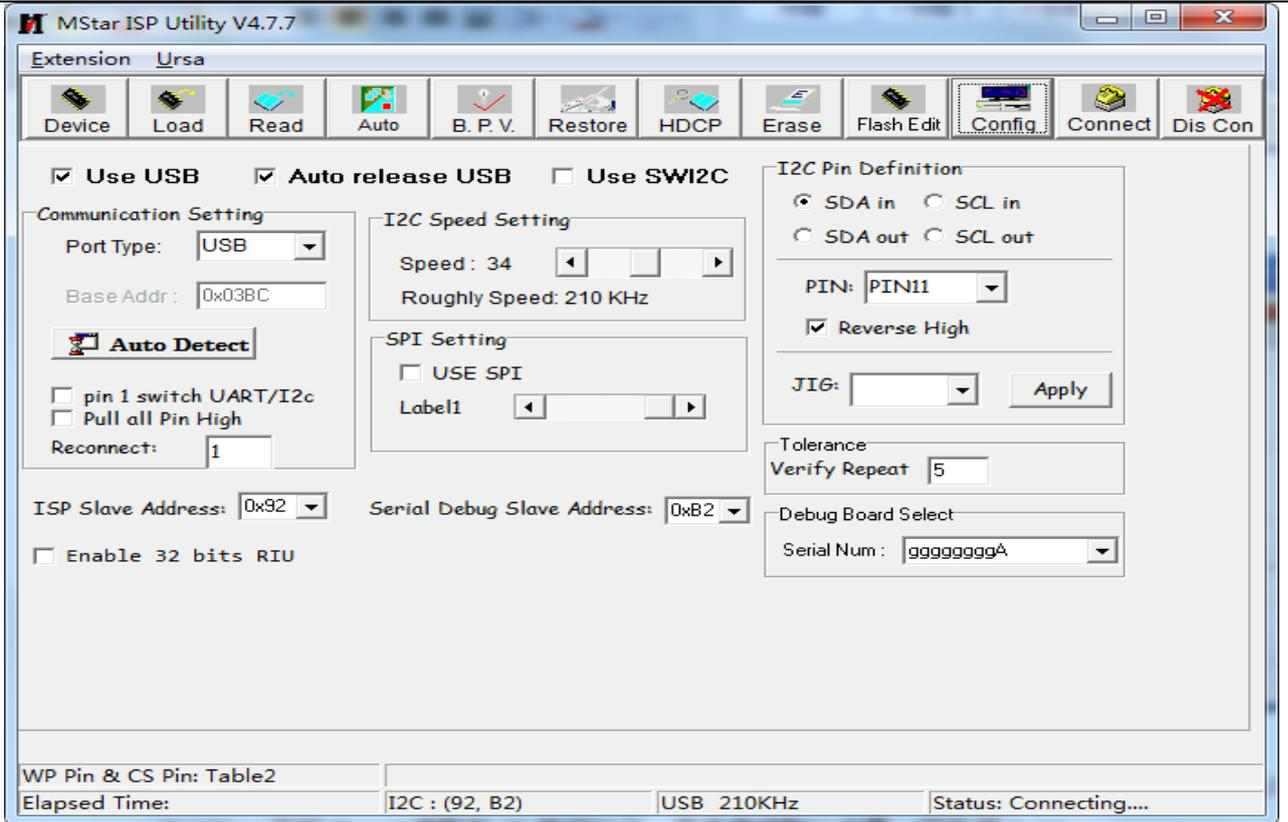

图 3.3
- 2) 将 Use USB 勾选, ISP Slave Address 选择 0x92, Serial Debug SlaveAddress 选择 0xB2, I2C Speed Setting 中的 Speed 调整到 34 就可以了(有问题可以适当下调到 25 左右), 其他使用默认设置。如下图 3.3。